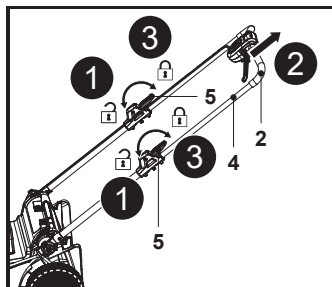

Fig. 3
7. Deschide cele două manete de blocare (5), apoi ține mânerul de prindere (2) și trage treptat bara mânerului superior (4) până la capăt (fig. 3, pașii 1 și 2).
8. Închide cele două manete de blocare (5) și verifică dacă bara mânerului superior (5) este fixată (fig. 3, pasul 3).